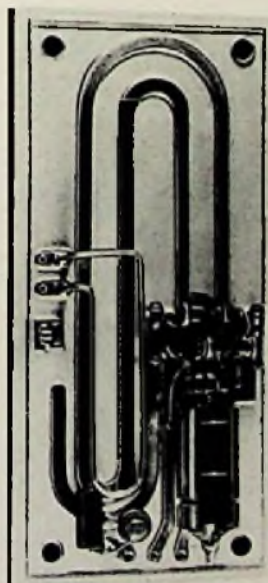

Bild 1. Ausführung eines Gegentakt-Oszillators in keramischer Reliefschaltung. Die Platte ist 50 X 100 mm groß
Als Beispiel für die Anwendung der Reliefschaltung zeigt Bild 1 den Aufbau eines Gegentakt-Oszillators mit der Subminiatur-Doppeltriode CK 6112 auf einer Platte mit den Abmessungen 50 X 100 mm. Bild 2 stellt die Schaltung dieser Anordnung für die Frequenz 142 MHz dar. Wie Bild 1 erkennen läßt, ist lediglich die Spule L 2, über die Hochfrequenz ausgekoppelt werden kann, als Drahtbügel ausgeführt. Das Schema der Leitungsführung sowie die Löcher zum Einlöten der Einzelteile zeigt Bild 3.
2) FUNKSCHAU 1959, Heft 14, Seite 345, Bild 1